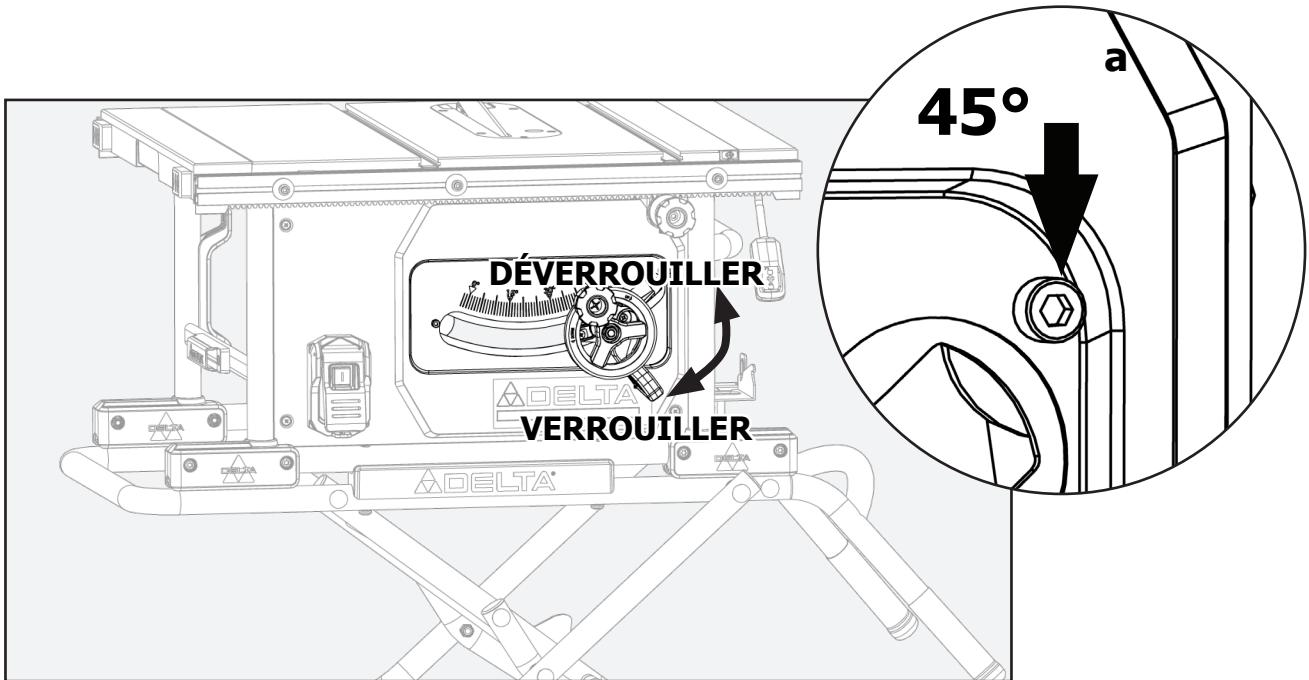

FIGURE 40
Ce parement de bois auxiliaire peut être fixé à l'avant du guide d'onglet en utilisant (2) vis M6 ou de 1/4-20 écrous à tête plate, en plaçant les écrous dans les fentes prévues dans la face du corps du guide d'onglet. Voir figure 40.
Vous pouvez utiliser la même procédure pour vérifier la butée de 45 degrés, situé à l'extrême droite du rail de biseau maximum 45 °, juste à l'intérieur de l'ouverture du rail de biseau comme illustré aux figures 40 et 40a.